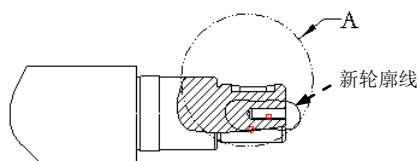

图 3.10.6 绘制轮廓线
Step4. 如果想改变原来的轮廓线，可在系统 **在当前视图上草绘样条来定义外部边界。** 的提示下，绘制图 3.10.6 所示新的封闭样条线以定义放大视图的轮廓，单击中键结束绘制（在绘制边界线前，不需选择样条线的绘制命令，而是直接单击进行绘制）。